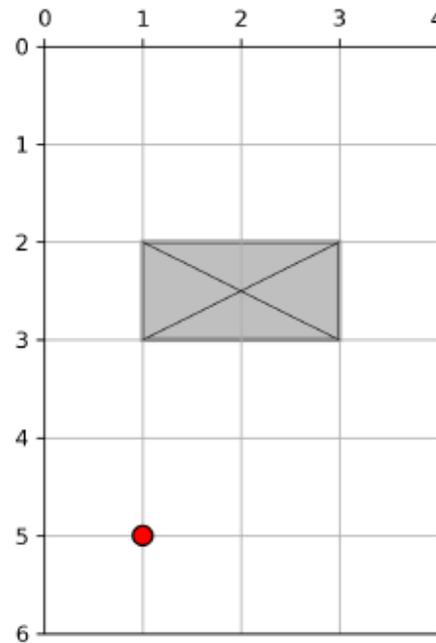

Рис.2. Полезная нагрузка на пластину
1. Разбить на поверхности пластины квадратную сетку (рис. 2) с ячейкой размером $h_1 = h_2 = \Delta$